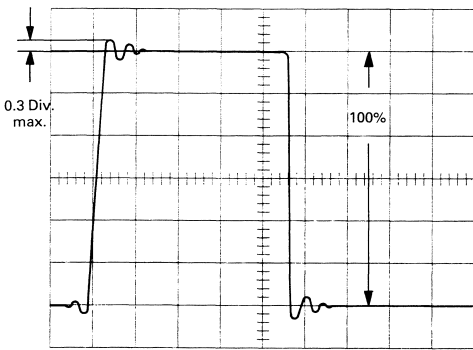

Figure 4 Suroscillation maximale
- ③ FREQ. VARIABLE x 1 (butée à droite)
- ⑨ WIDTH □
- ⑰ AMPLITUDE (+) min. (butée à gauche)
- ⑱ AMPLITUDE (-) min. (butée à gauche)
- ⑲ 2V/5V (+) touche enfoncée
- ⑳ 2V/5V (-) touche enfoncée
- b) Relier OUTPUT (+) ⑭ du HM8035 et une entrée Y de l'oscilloscope par un câble coaxial avec charge de passage 50 Ω.
- c) Régler l'oscilloscope sur 0.5V/cm et 0.05 μs/cm. Régler la hauteur d'image sur 6 DIV. avec la commande AMPLITUDE (+) ⑰ du HM8035.
- d) La suroscillation (voir définition des caractéristiques d'impulsions) ne doit pas dépasser 0.3 div. (figure 4).
- e) Relier l'entrée Y de l'oscilloscope à OUTPUT (-) ⑱ du HM8035.